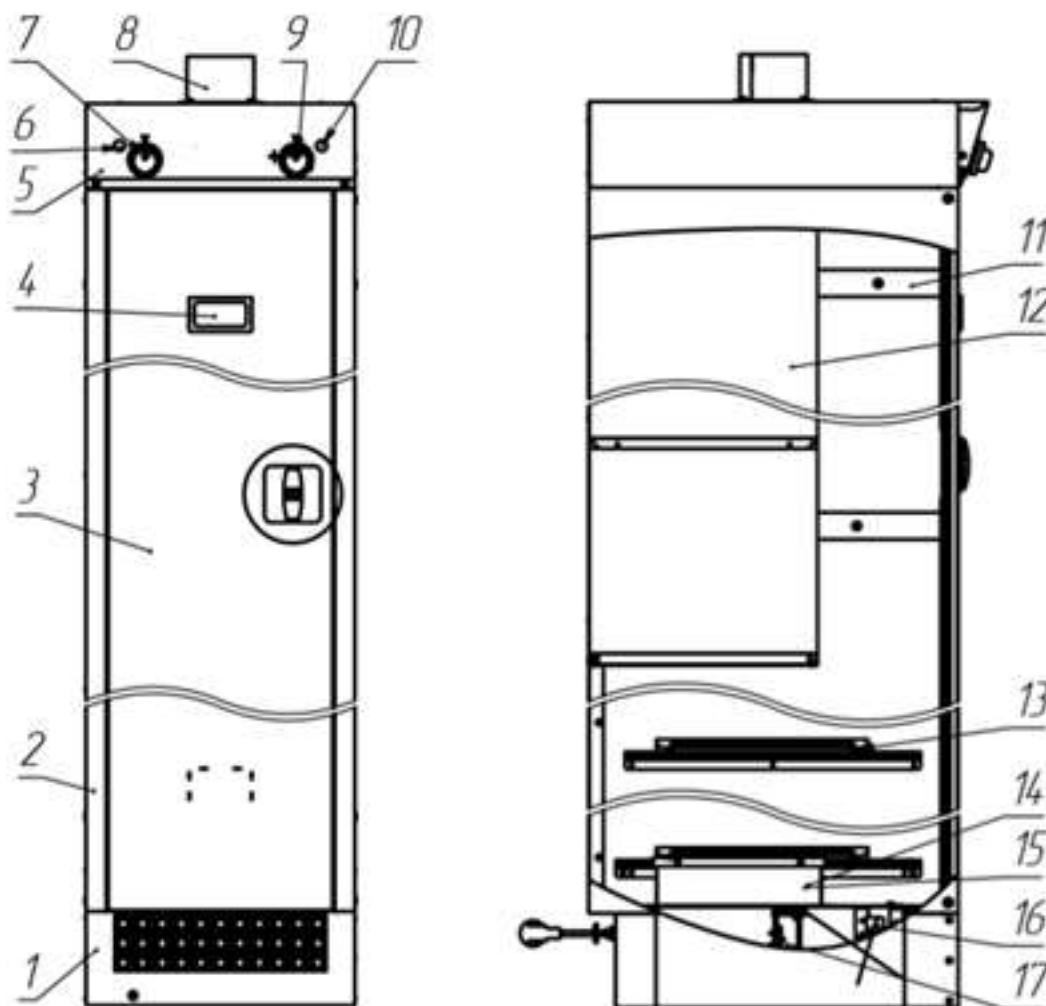

Рисунок 1
1.3.2.1. Изделие, см. рисунок 1, представляет собой корпус 2 из легированной стали, установленный на основание 1. Спереди установлена дверь 3 с замком. На двери 3 находится карман 4 с оргстеклом и информационной карточкой.